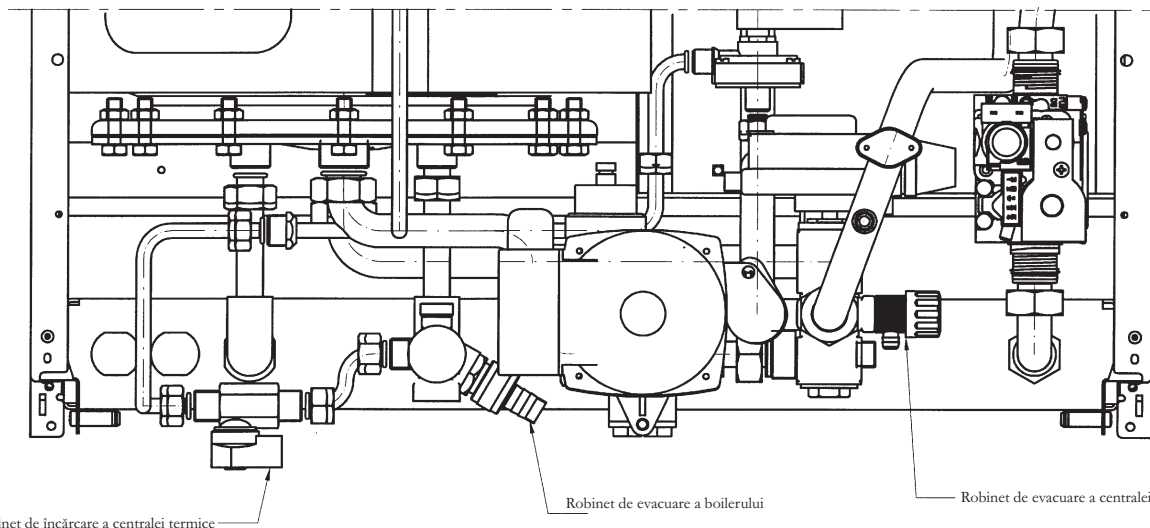

Figura 3
Important: Controlați periodic ca nivelul presiunii, indicată de manometrul (14), în condițiile în care instalația nu este încălzită, să fie de 0,5 - 1 bar. În cazul presiunii excesive, răsuciți robinetul de evacuare a centralei termice. În cazul în care presiunea este insuficientă, răsuciți robinetul de încărcare a centralei termice (figura 3). Se recomandă deschiderea foarte lentă a acestui robinet pentru a ușura evacuarea aerului. La sfârșitul acestei operațiuni se recomandă răsucirea, pentru un interval scurt de timp, a butonului 1 în poziția (0), pentru ca aparatul să se reîntre în funcțiune. În cazul în care scăderile de presiune sunt frecvente, vă rugăm să solicitați intervenția Serviciului de Asistență Tehnică autorizat.